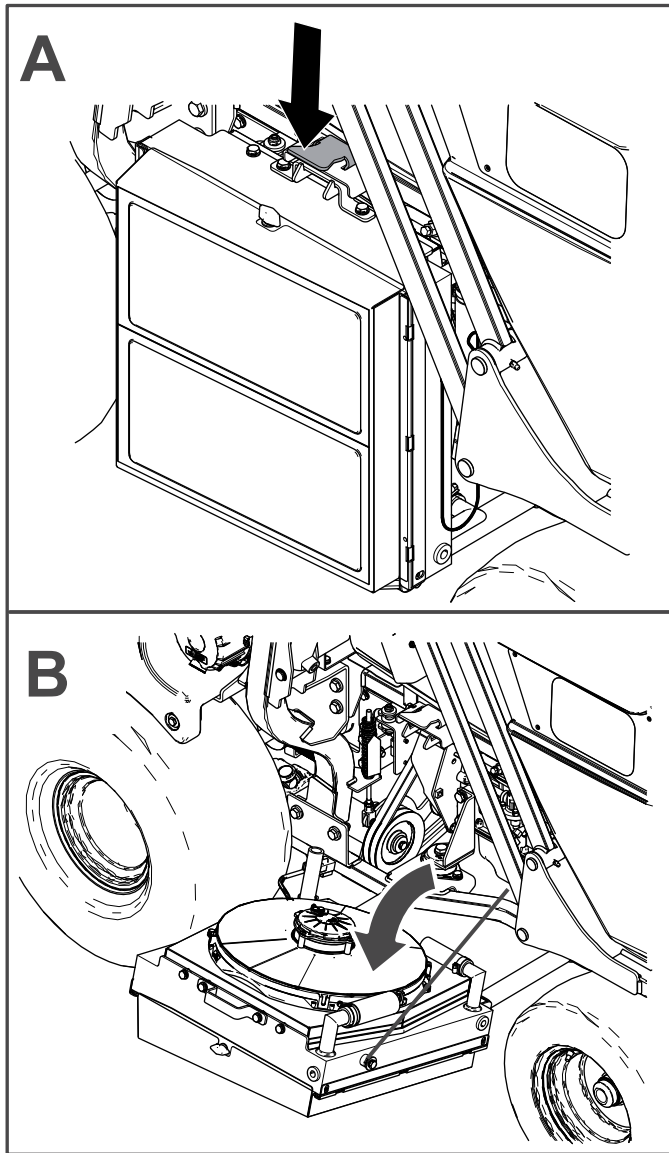

Bild 53
Drücken Sie die Verriegelung nach unten und senken Sie den Kühler ab, um an den Motor zu gelangen (Bild 53).
1. Senken Sie den Kühler ab und prüfen Sie den Motorölstand wie in Bild 53 und Bild 57 dargestellt.